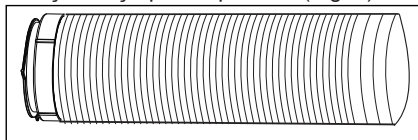

Fig. 7
4. Extindeți celălalt capăt al furtunului și înșurubați-l pe adaptorul B (Fig. 7).